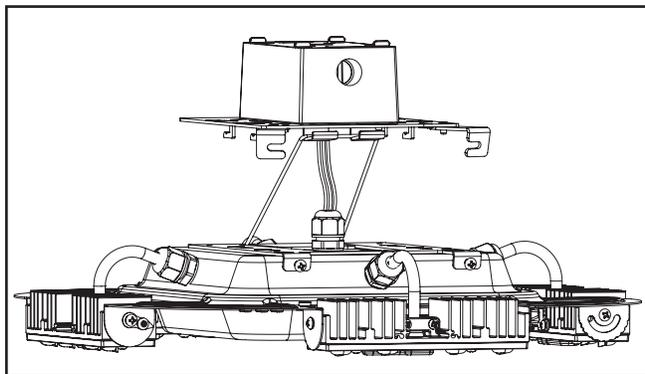

Figure 5.
6. Effectuez les connexions électriques. (Figure 5).